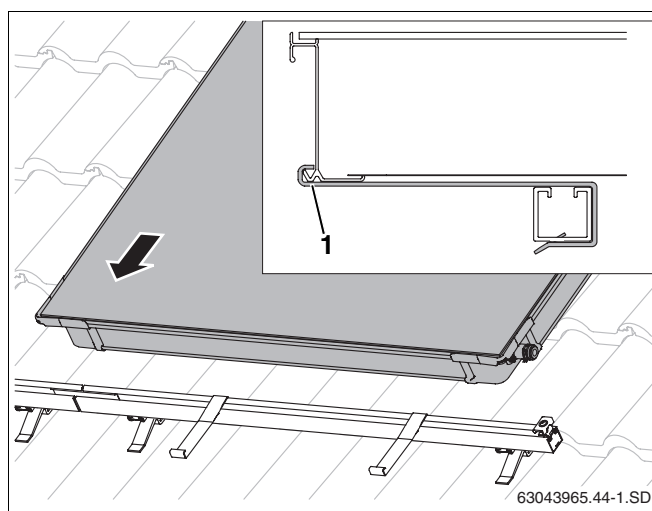

Fig. 43 Posizionamento del primo collettore sulle guide profilate
- Posare il primo collettore sulle guide profilate e farlo scivolare dentro la sicurezza anti scivolamento (fig. 43).
Il bordo inferiore del collettore deve trovarsi nell'apertura della sicurezza anti scivolamento (fig. 43, **pos. 1**).